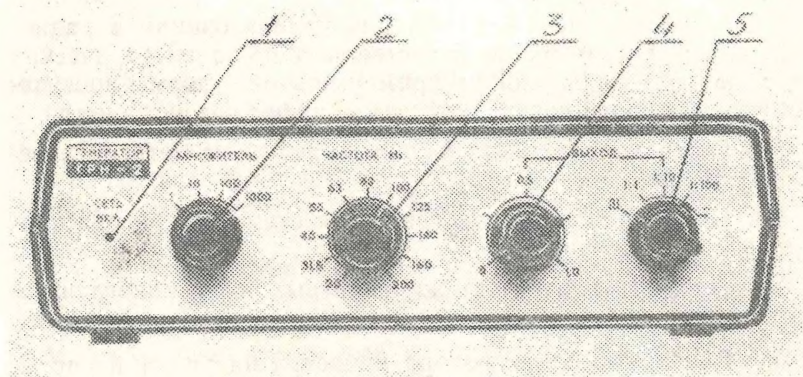
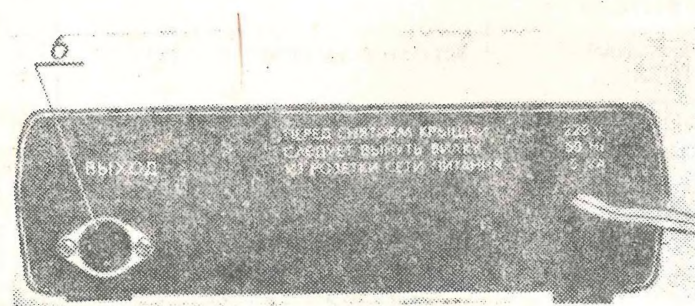

Рис. 1.
Рис. 2.
5.5. Внешний вид генератора приведен на рис. 1 и рис. 2.